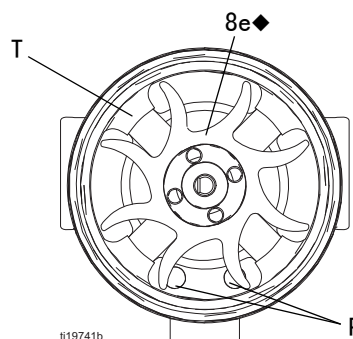

图 38. 风扇方向
7. 将线圈组件 (8a) 固定在工作台上, 使风扇端朝上。使用宽边螺丝刀撬开转轴 (S) 上的风扇 (8e)。
10. 将新的底部轴承 (8b1) 安装在转轴 (S) 的较长端。轴承的较平侧面必须背向磁铁 (M)。装入线圈 (8a), 使轴承叶片与线圈表面齐平。
12. 将线圈组件 (8a) 固定在工作台上, 使风扇端朝上。将风扇 (8e) 按入转轴 (S) 的较长端。风扇叶片的方向必须与图 38 所示保持一致。